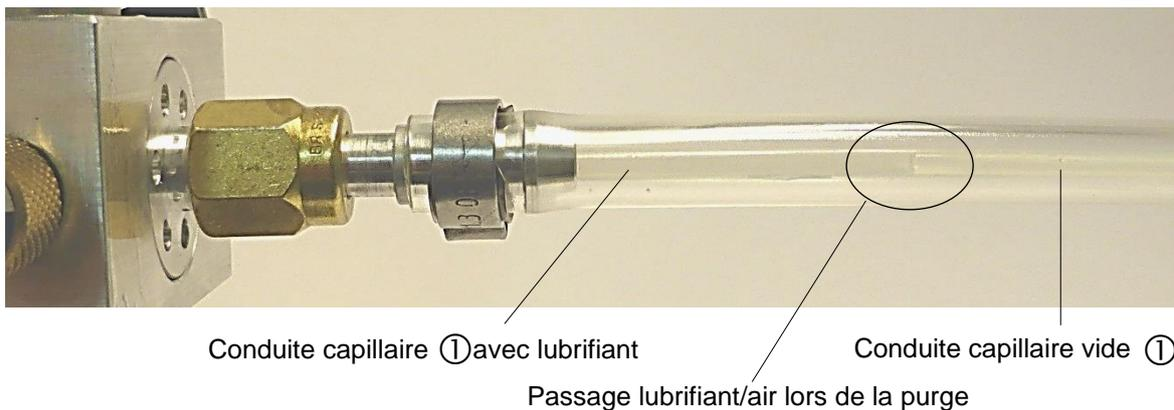

Fig. 19 : La conduite capillaire ① se remplit de lubrifiant pendant la purge
8.2.6 Actionner la tige de piston manuellement. Pour ce faire, pressez la butée d'extrémité de la micro-pompe de dosage (fig. 11) environ 20 fois contre la vis micrométrique. Lorsque la conduite capillaire ne contient pas de lubrifiant (fig. 19 ① tuyau de pression interne de la conduite d'alimentation coaxiale), le lubrifiant pénètre visiblement dans la conduite capillaire après environ 18 courses et le système hydraulique ne contient pas d'air.